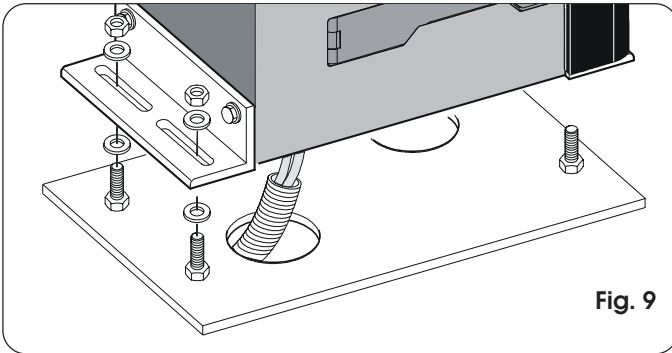
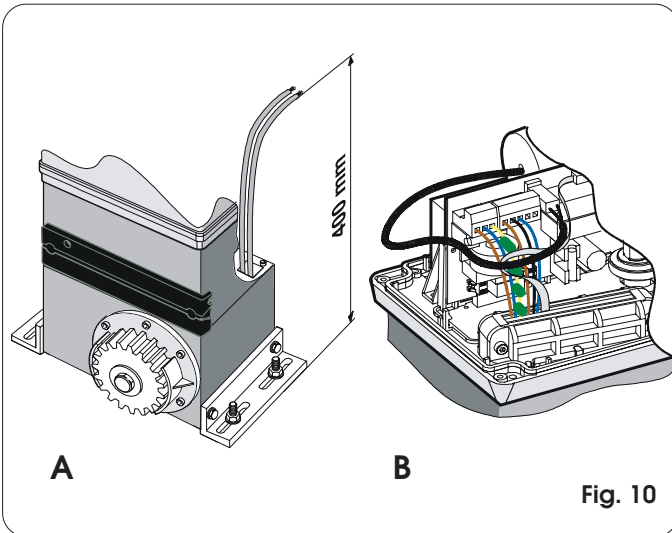

Fig. 9
Fig. 10
- 3) Coloque el operador sobre la placa, utilizando las arandelas y tuercas suministradas en dotación, como se indica en la Fig. 9. Durante dicha operación haga pasar los cables a través del específico conducto situado en el semicuerpo inferior del operador (Fig. 10 - Ref. A). Para acceder al equipo electrónico, haga pasar los cables a través del específico orificio, utilizando para ello el sujetacables con goma suministrado en dotación. Preste especial atención a desvainar todos los cables, a fin de que el sujetacables sólo apriete los hilos (Fig. 10 - Ref. B).